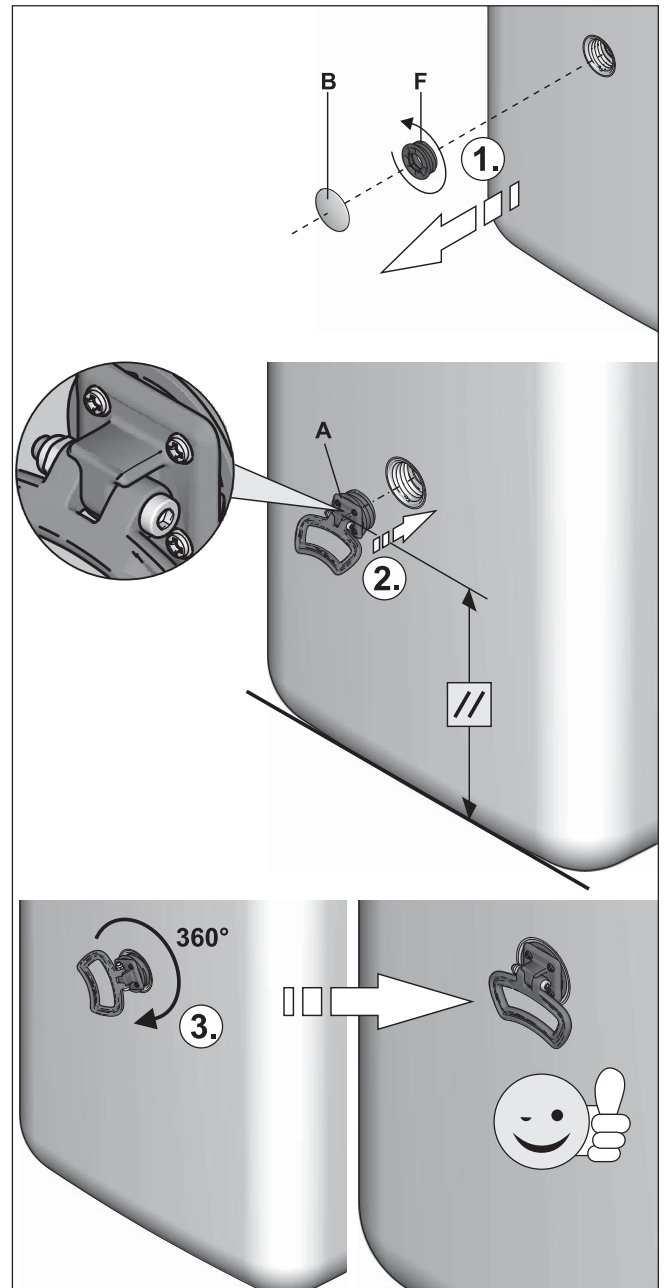

Bild 4-6 Handgriffe montieren
- Am Speicherbehälter die Abdeckblenden (Bild 4-6, Pos. B) abziehen und die Gewindestücke (Bild 4-6, Pos. F) aus den Öffnungen herausdrehen, an welchen die Handgriffe montiert werden sollen.
- Handgriffe (Bild 4-6, Pos. A) in die frei gewordenen Gewindeöffnungen einschrauben.